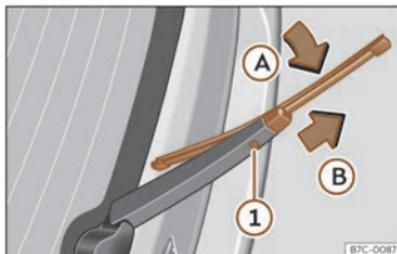

Fig. 185 Sostituzione della spazzola del lunotto posteriore.
- Ruotare leggermente la spazzola >>> **fig. 185** (freccia **A**).